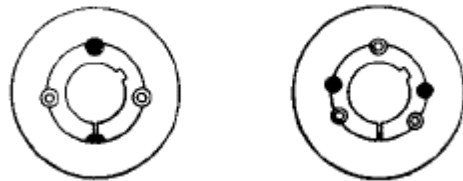

Figura 10-7 Orificios de las poleas
3.- Introducir el buje en el orificio de la polea, procurando hacer coincidir los orificios semicirculares roscados de la polea con los orificios semicirculares no fileteados del buje (Foto 27). Estos orificios pueden ser dos o tres (Figura 10-7), tal como se observa también en la Tabla 10-1 en función del tamaño de la polea.